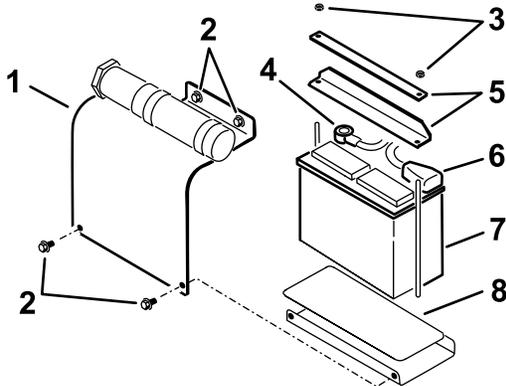

Figura 4
1. Retire los cuatro pernos que sujetan la tapa de la batería y retire la tapa (Figura 4).
5. Instale la batería en la plataforma (Figura 4).
6. Sujete la batería al chasis con las pletinas y las tuercas que se retiraron anteriormente (Figura 4).
7. Conecte el cable positivo (rojo) al borne positivo (+) de la batería (Figura 4). Deslice la cubierta de goma sobre el borne de la batería.
8. Conecte el cable negativo (negro) al borne negativo (-) de la batería (Figura 4).
9. Instale la cubierta de la batería con los 4 pernos que retiró anteriormente (Figura 4).
2. Retire las tuercas y las pletinas que sujetan la batería (Figura 4).